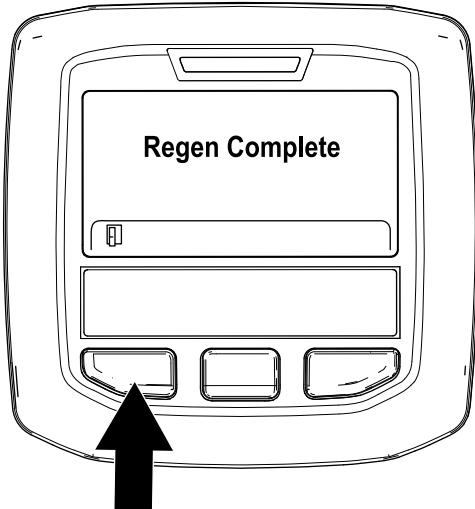

図 46
- 駐車再生が終了すると、インフォセンターに Regen Complete と表示される。左ボタンを押してホーム画面に戻る図 46。